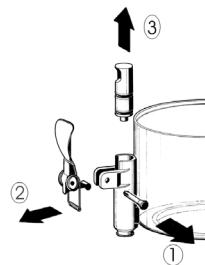

figura 1
3 Desmontar el grifo siguiendo la secuencia indicada (véase figura 1).
- 3** Volver a montar el grifo en el contenedor siguiendo el orden inverso de las operaciones de desmontaje (véase Figura 1).